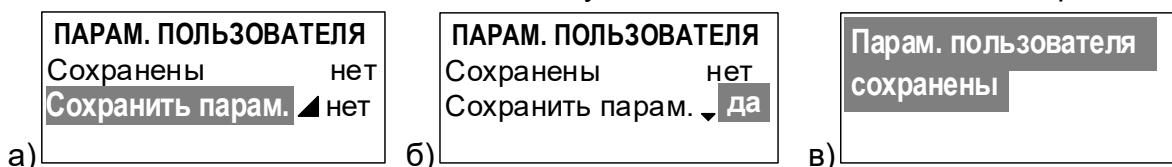

Рис.12. Вид окон индикации при сохранении установочных данных.
3.10.1. Сохранение значений установочных параметров ТВ выполняется в режиме СЕРВИС в меню Управление→ Парам. пользователя. Если операция сохранения ранее не выполнялась, то окно индикации ПАРАМ. ПОЛЬЗОВАТЕЛЯ будет иметь вид, показанный на рис.12.а:
- в меню Управление→ Парам. пользователя выбрать пункт меню Сохранить парам. (рис.12.а);
- выбрать из списка значение да (рис.12.б) и нажать кнопку .
После чего непродолжительное время в окне индикации будет отображаться сообщение Парам. пользователя сохранены (рис.12.в), затем курсор установится на строке меню Управление.